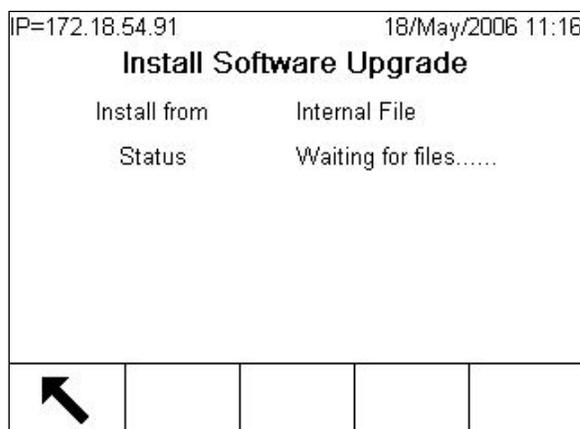

Figura 4-3: Aggiornamento firmware – Attesa dei file
5. Utilizzare i tasti freccia per evidenziare **Manutenzione > Esegui > Installare aggiornamento Software**. Dopo aver evidenziato il nodo, premere INVIO. Verrà visualizzata la schermata illustrata nella Figura 4-3.
7. Premere il soffkey AVVIO  per eseguire l'aggiornamento. Se la cartella Aggiorna non contiene file, verrà visualizzata la schermata mostrata nella Figura 4-3. L'esecuzione dell'operazione di copia da InSite continuerà il processo. Premendo il soffkey ESCI  il processo verrà interrotto e si tornerà alla struttura di configurazione.